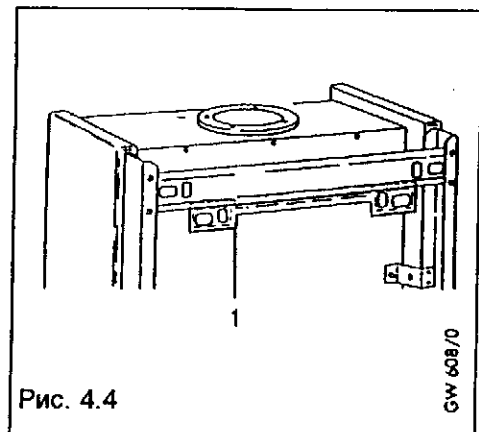

Рис. 4.4
Закрепить держатель аппарата (1, рис. 4.4) на стене при помощи прилагаемых шурупов (при плохом состоянии стены должны быть применены по возможности дополнительные или другие крепления, чтобы обеспечить надежный монтаж).
4.4.2 Установка аппарата (рис. 4.4)